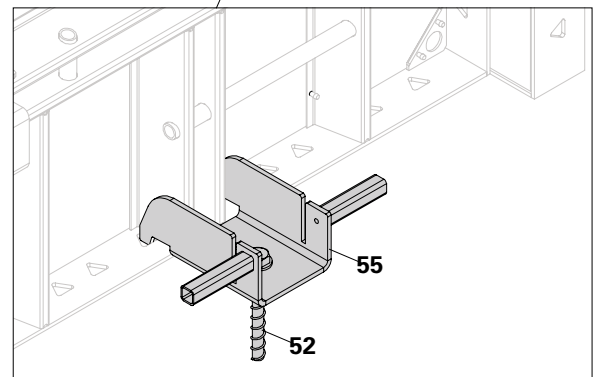

Fig. A4.20
1. Se i telai sono disposti verticalmente, installare il supporto per tubi HSA (55) in corrispondenza del profilo verticale del telaio.
2. Se i telai sono disposti orizzontalmente, installare il supporto per tubi HSA (55) in corrispondenza del profilo verticale del telaio. (Fig. A4.20)